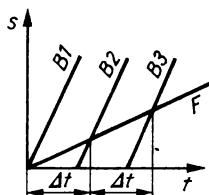

Bild 13
- stand von 10 min mit einer Geschwindigkeit von 36 km h^{-1} . Ein Fußgänger geht mit der Geschwindigkeit $6,0 \text{ km h}^{-1}$ in Fahrtrichtung der Bahn. Berechnen Sie den zeitlichen Abstand, in dem die Bahnen am Fußgänger vorbeifahren (Bild 13).